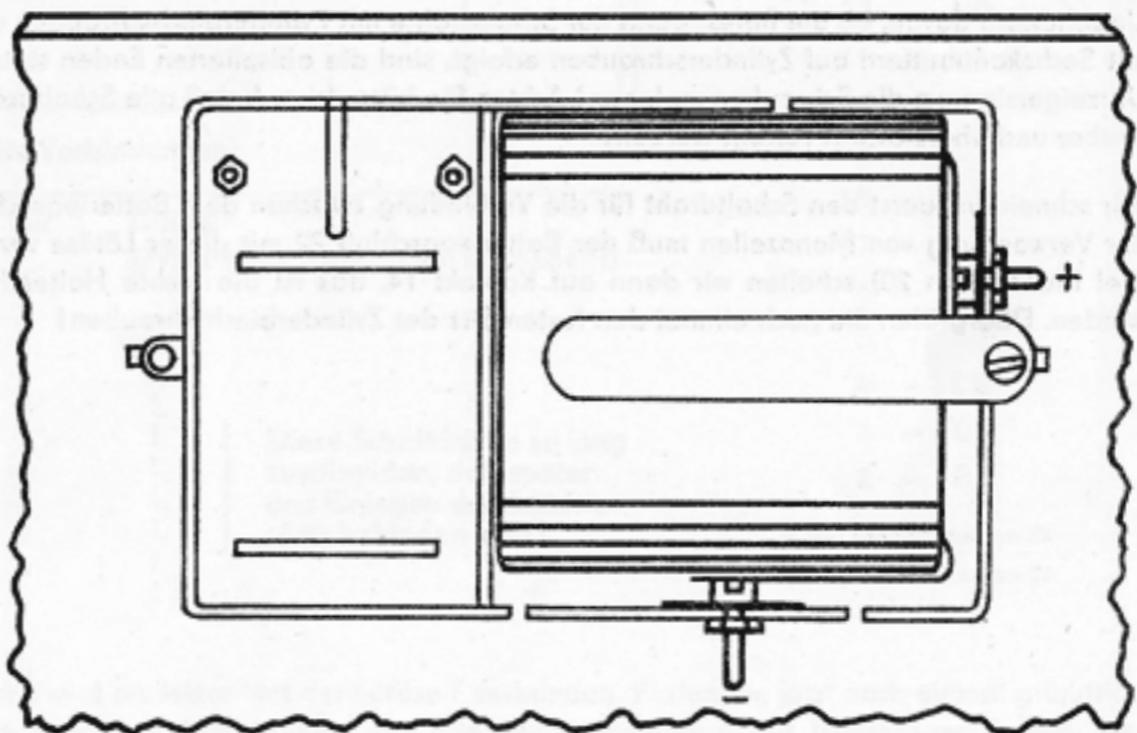
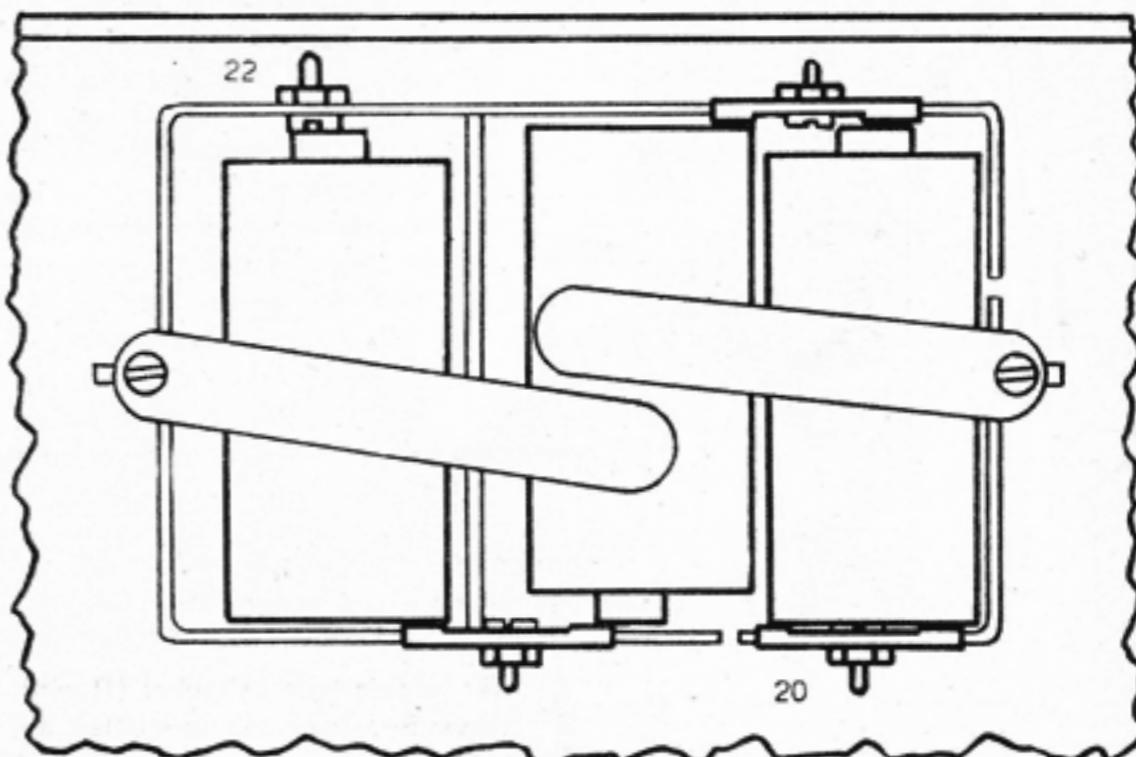

Abb. 14
Abb. 15
Als nächstes sind die Kontaktanschlüsse für die Energiequelle am Batteriekasten anzubringen. Bei Verwendung einer Flachbatterie 3 R 12 4,5 V sind, wie in Abbildung 14 dargestellt, zwei Zylinderschrauben (28) als Kontaktgeber für die Batterie mit Scheiben (38) und Sechskantmuttern (26) zu montieren. Werden drei Monozellen R 20 als Energiequelle benutzt, dann müssen wir, wie es uns die Abbildung 15 zeigt, drei Kontaktbrücken (25) mit Zylinderschrauben (31) und Sechskantmuttern (27) festschrauben und außerdem noch, wie es in der Abbildung angegeben ist, eine Zylinderschraube (28) mit einer Sechskantmutter (26) montieren.
Nachdem der PIKO dat verdrahtet ist, setzen wir entweder eine Flachbatterie 3 R 12 4,5 V oder drei Monozellen R 20 je 1,5 V ein. Die Lage der Flachbatterie wird in der Abbildung 14 gezeigt. Zur Sicherung der Stromquelle montieren wir noch ein Verschlußblech (18) – bei Verwendung von Monozellen müssen zwei Verschlußbleche (18) montiert werden! – die Befestigung erfolgt mit Zylinderblechschrauben (29), wie es in den Abbildungen 14 und 15 dargestellt ist.